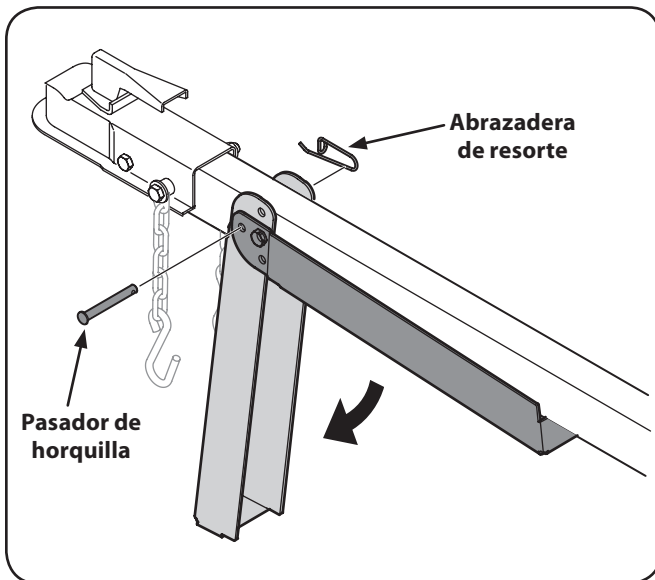

Figura 3-4
2. Asegure el gato en posición con el pasador de horquilla y la abrazadera de resorte. Vea Figura 3-4.